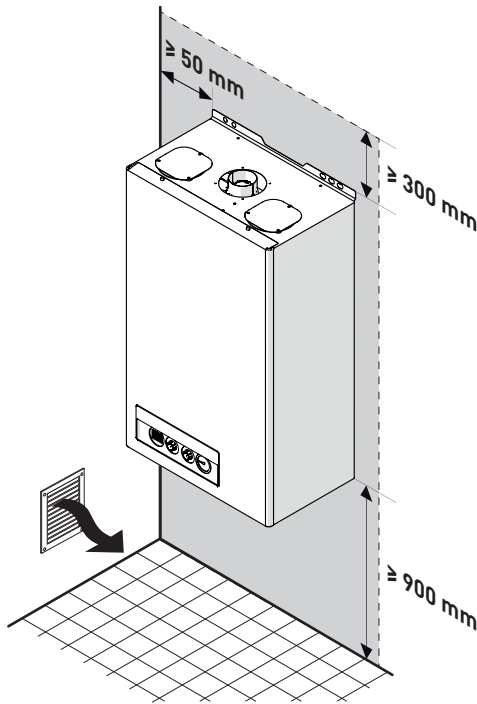

Рис. 25
- При монтаже необходимо учесть расстояния, необходимые для доступа к устройствам безопасности/регулировки и выполнения работ по техническому обслуживанию (см. Рис. 25).